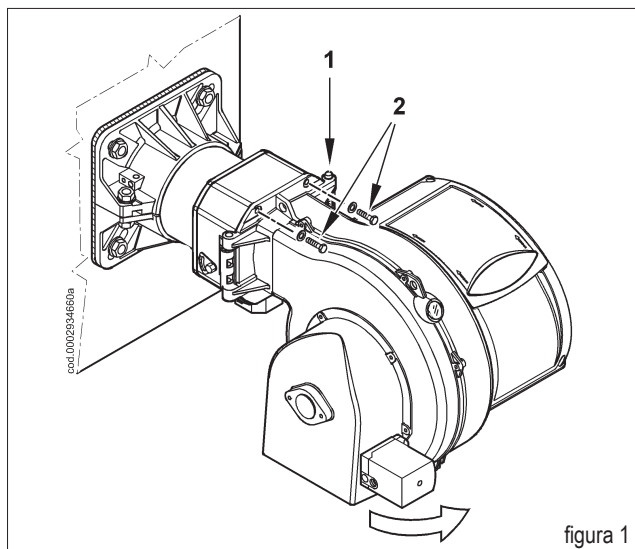

figura 1
Svitare le due viti (2) e ruotare il bruciatore attorno al perno (1) infilato nell'apposita cerniera (figura 1).